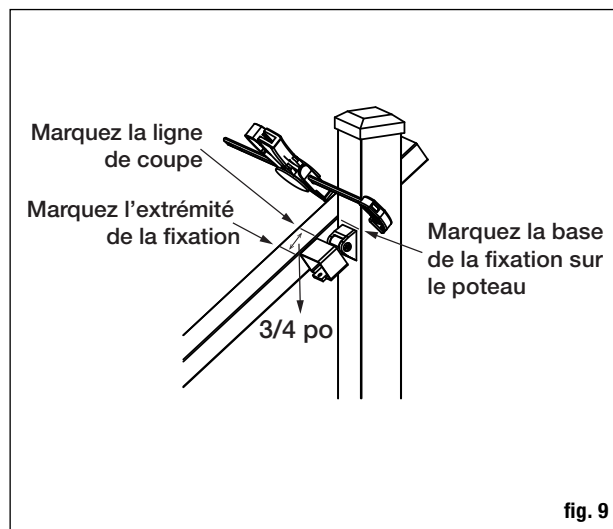
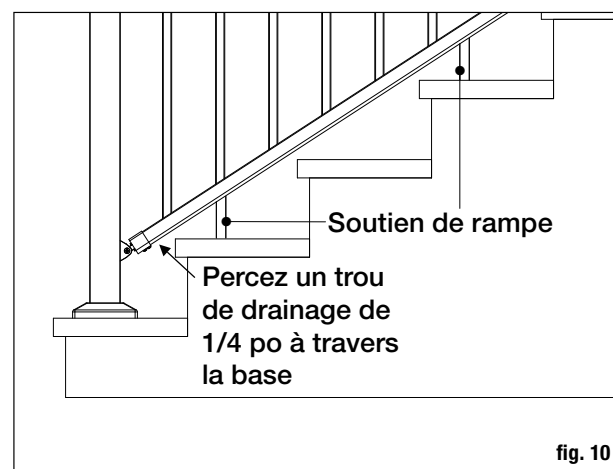

fig. 9
fig. 10
**Étape 4:** Positionnez la fixation pivotante à sa place le long de la rampe attachée. Marquez la rampe à l'extrémité de la fixation, ajoutez 3/4 po et faites une deuxième marque pour la coupe. Marquez le poteau en haut ou en bas de la base de la fixation (**fig. 9**). Répétez pour l'autre fixation et l'endroit du poteau. Coupez les rampes supérieure et inférieure à la longueur voulue à l'aide d'une scie à onglet ou d'une scie circulaire munie d'une lame au carbure. **Remarque : La distance entre l'extrémité de la rampe supérieure et le premier poteau du poteau sera de 1 po 1/16 plus long que la rampe inférieure pour assurer que les poteaux soient d'aplomb.**
**Étape 5:** Séparez les bases et les protections latérales des fixations assemblées. Positionnez l'extrémité avant des fixations (B-1, B-2) seulement aux rampes et marquez l'endroit des trous pour les vis sur la rampe. Percez des avant-trous à travers la rampe à l'aide de la mèche 1/8 po. Fixez les coupelles aux rampes à l'aide des vis à tête cylindrique (2) #10 x 1 po (B-10) fournies.
**Étape 6:** En tenant les bases de la fixation sur les poteaux aux endroits préalablement marqués, transférez l'emplacement des trous pour les vis à la base de la fixation (B-3) sur les poteaux. Remarque : Incluez la protection latérale du support (B-4) lorsque vous déterminez l'emplacement du centre. Percez des avant-trous dans le poteau à l'aide de la mèche de 1/8 po. Placez la base de chaque fixation avec la protection latérale face aux escaliers, et fixez-la au poteau avec les (2) vis à tête plate autoperceuse #10 de 1 po (B-11) fournies.
**Étape 7:** Un soutien de rampe est nécessaire à tous les 3 pi maximum (1 soutien de rampe est inclus dans le kit de rampe de 6 pieds et 2 soutiens sont inclus dans le kit de rampe de 8 pi). Insérez le raccord en angle pour l'escalier et le raccord régulier dans le soutien de rampe et positionnez-les entre la rampe et les marches d'escalier afin qu'ils soient en contact. Marquez les endroits de la rampe et des marches. Percez les avant-trous à l'aide de la mèche de 1/8 po. Fixez les raccords en dessous de la rampe inférieure à 3 pi d'intervalle avec les vis incluses. Percez un trou de drainage de 1/4 po en dessous de la rampe pour prévenir la rétention d'eau. Positionnez le trou vers l'extrémité inférieure de la rampe à environ 1 po 1/2 de l'extrémité de la rampe pour éviter la fixation inférieure (**fig. 10**).